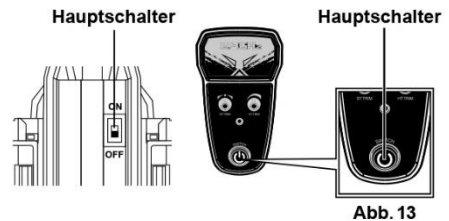

Abb. 13
- (1) Montieren Sie das Lenkrad auf die Fernbedienung.
- (2) Stellen Sie die Frequenz der Fernsteuerung und des Fahrzeugs ein:
- A. Bei der Erstinbetriebnahme müssen innerhalb von 3 Sekunden die Leistungsschalter von Racer und Fernbedienung gleichzeitig eingeschaltet werden. Während die Frequenz hergestellt wird, blinken beide Lichter (Auto + Fernsteuerung). Wenn die Frequenzeinstellung beendet ist, leuchten die Lichter durchgehend. (Abb. 13).